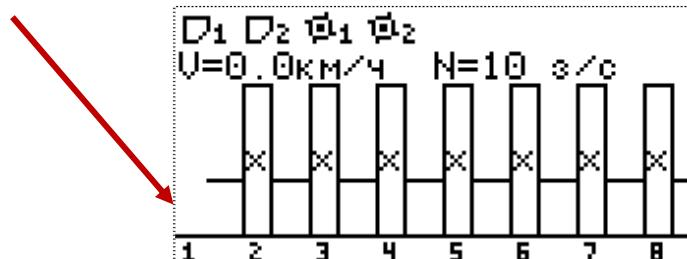

Рисунок 23
3. Находясь на главном экране (см. «Рисунок 23») нужно открыть главное меню нажатием кнопки «Меню».